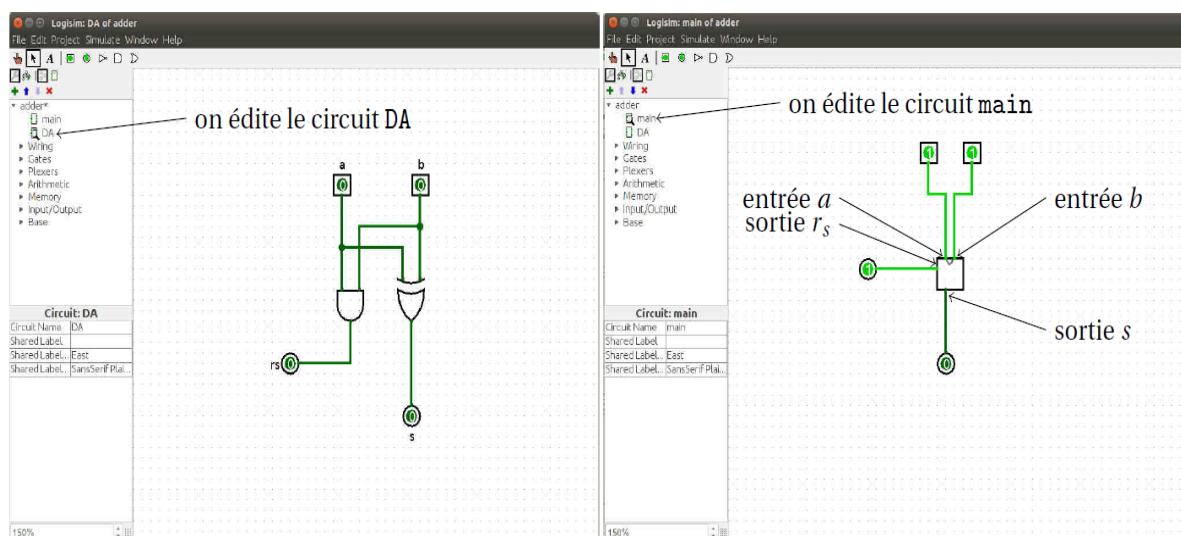

FIGURE 1.2 – Création (à gauche) et instanciation (à droite) du circuit DA.
- Commencez par créer un circuit DA : pour cela vous pouvez faire **Project** → **Add circuit**, puis donner son nom au circuit. Assurez vous que vous éditez bien le circuit DA, en double-cliquant sur son nom : une loupe doit apparaître dessus. Réalisez le circuit représenté à gauche sur la Figure 1.2.
- On crée une instance de DA dans le circuit principal : éditer le circuit **main** en double-cliquant sur son nom. Ensuite, déposez une instance de DA comme vous l'avez déjà fait pour des composants de la bibliothèque, et complétez le circuit comme indiqué à droite sur la Figure 1.2. Notez que l'on retrouve les entrées (a , b), et les sorties (r_s , s), « disposition » que lors de la création du circuit : vous pouvez faire s'afficher leurs noms en passant le pointeur dessus.